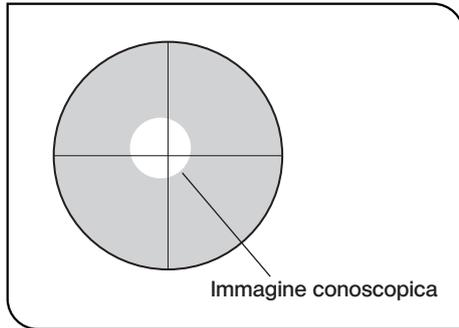

Fig. 26
6. Per rendere l'immagine conoscopica più luminosa ed agevolarne l'osservazione durante la regolazione del percorso ottico, girare leggermente l'analizzatore allontanandolo dalla posizione di oscuramento completo (Fig. 26).